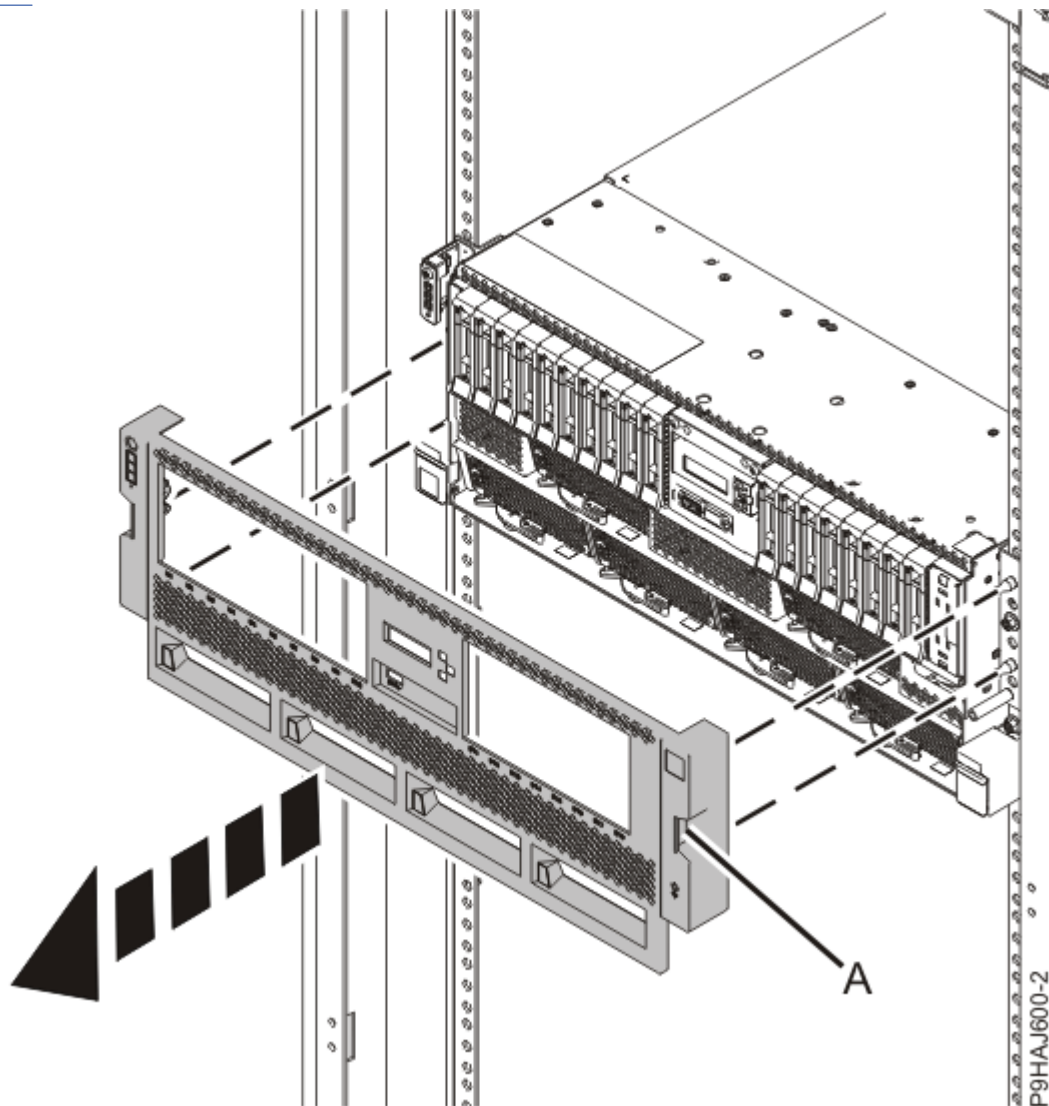

Figure 5. Retrait du capot avant
Le capot est doté de renforcements (A) permettant de le tenir plus facilement. Voir la Figure 5, à la page 7.